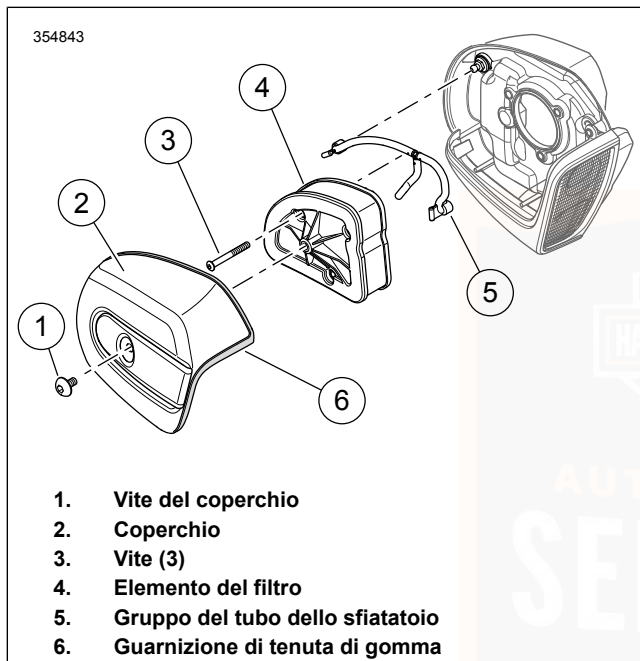

Figura 79. Gruppo del filtro dell'aria (tipico)
1. Vedere Figura 79 . Rimuovere la vite (1) e il coperchio del filtro dell'aria (2) con la guarnizione di tenuta di gomma (6).
2. Rimuovere le tre viti (3).
3. Rimuovere l'elemento del filtro (4) tirando il tubo dello sfiatatoio via dal foro sul lato interno.
4. Rimuovere il tubo dello sfiatatoio (5) dai bulloni dello sfiatatoio.
1. Vedere Figura 79 . Installare il tubo dello sfiatatoio (5) sui bulloni dello sfiatatoio.
2. Installare l'elemento del filtro (4) e nel contempo spingere il tubo dello sfiatatoio nell'elemento.
3. Installare le viti (3). Serrare le viti.